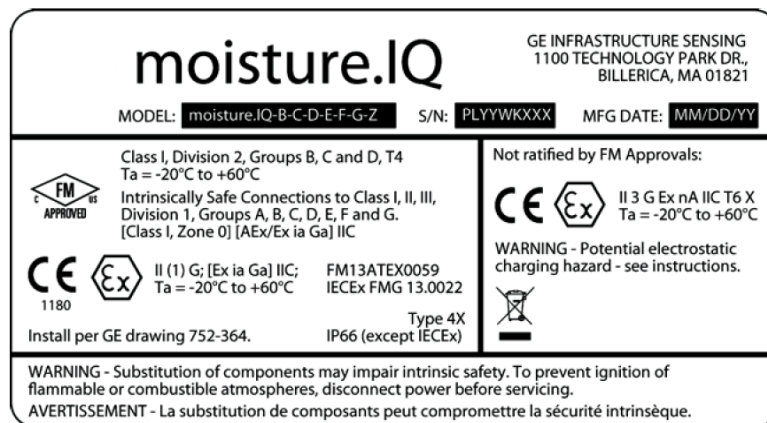
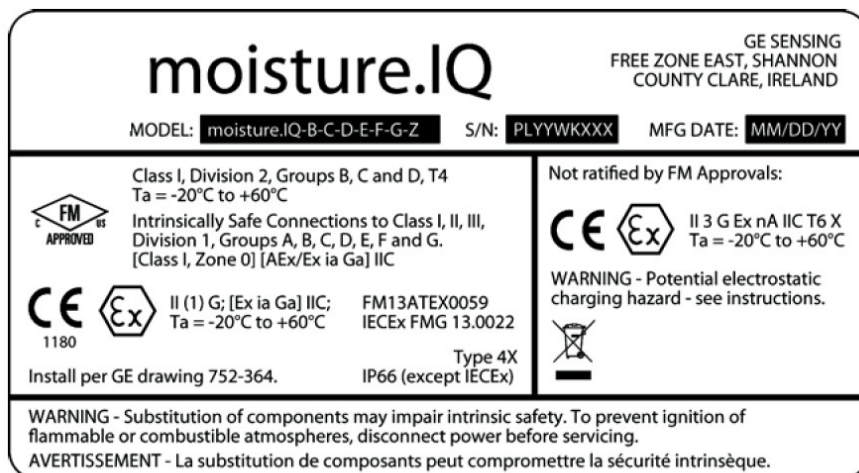

図16 : Boston, MA, USA (米国マサチューセッツ州ボストン) 製ステンレス製耐候型製品ラベル (図面442-1848-01)
図17 : Shannon, Ireland (アイルランド共和国シャノン) 製ステンレス製耐候型製品ラベル
- ステンレス製耐候型については8ページの図16 および9ページ図17